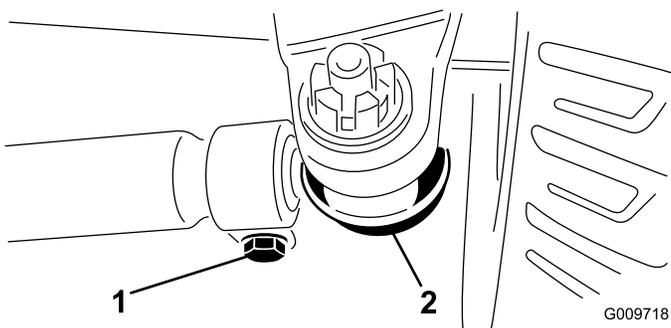

Рисунок 77
2. Для регулировки снимите шплинт и гайку с любой шаровой опоры поперечной тяги (Рисунок 77) и снимите шаровую опору поперечной тяги с кронштейна на корпусе моста.
3. Ослабьте зажимы на обоих концах поперечных тяг (Рисунок 77).